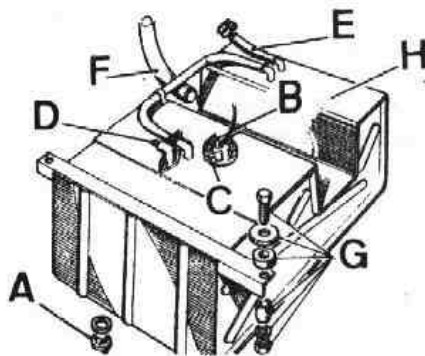

Fig. L1-20 Desmontaje del depósito trasero de combustible
- 1.2. Desmontar el tapón de vaciado, A (Fig. L1-20) con su arandela de estanqueidad y extraer todo el combustible.
- 1.4. Desconectar los cables de la unidad de envío de nivel, B (Fig. L1-20).
- 1.5. Desconectar la tubería aspirante, C (Fig. L1-20), la de sobrante, D, la del respiradero, E, y la de llenado, F.
- 1.6. Desmontar los elementos de fijación, G (Fig. L1-20) de la parte delantera y trasera, y extraer el conjunto depósito. H.